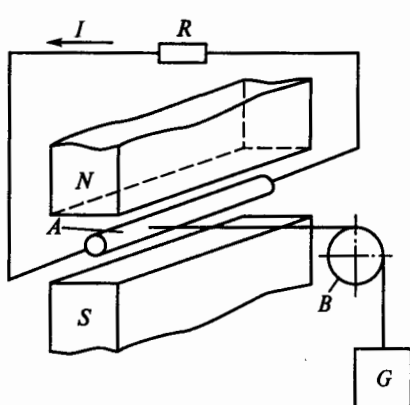

Рис. 56
**2.31.Р.** На рис. 56 изображена схема модели генератора, в которой проводник  $A$  длиной 0,5 м находится в однородном магнитном поле с индукцией  $B = 1$  Тл. С помощью гибкой нити и